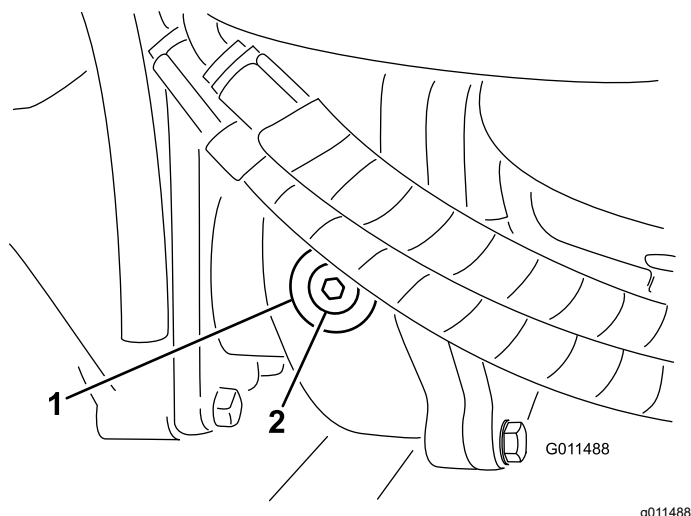

Рисунок 17
2. Снимите пробку контрольного (заливного) отверстия с левой стороны редуктора и убедитесь, что масло доходит до нижнего края отверстия (**Рисунок 17**).